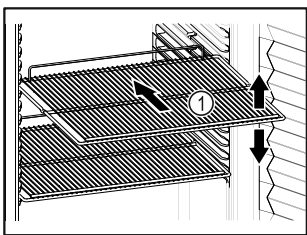

Fig. 59 Ενδεικτική απεικόνιση
- ❑ Εάν οι σχάρες Fig. 59 (1) είναι ρυθμιζόμενες, προσαρμόστε τα ανάλογα με το ύψος.